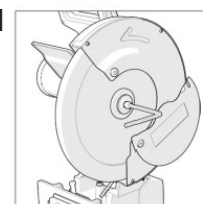

Fig. 4
- Använd den medföljande sexkantsnyckeln för att lossa spindelskruven (fig.4).